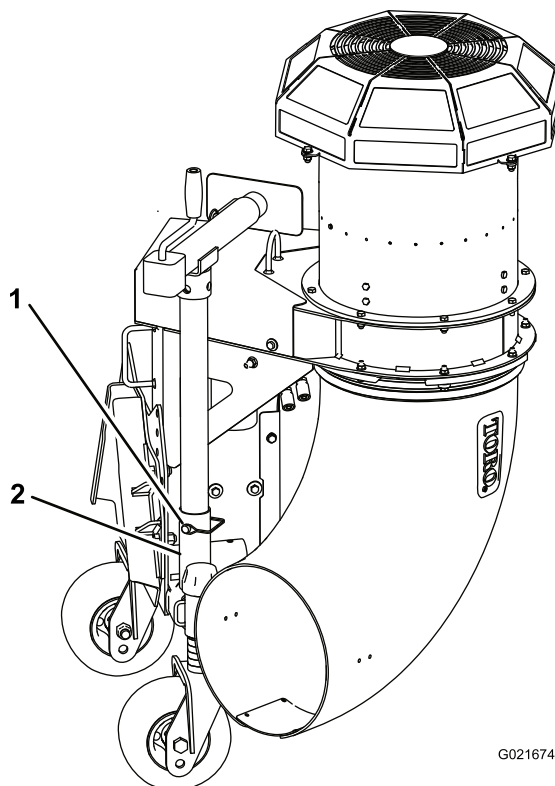

図 5
5. ジャッキスタンドのチューブを保管チューブに固定しているスナップピンを外す 図 5。保管位置からジャッキアセンブリを外す。